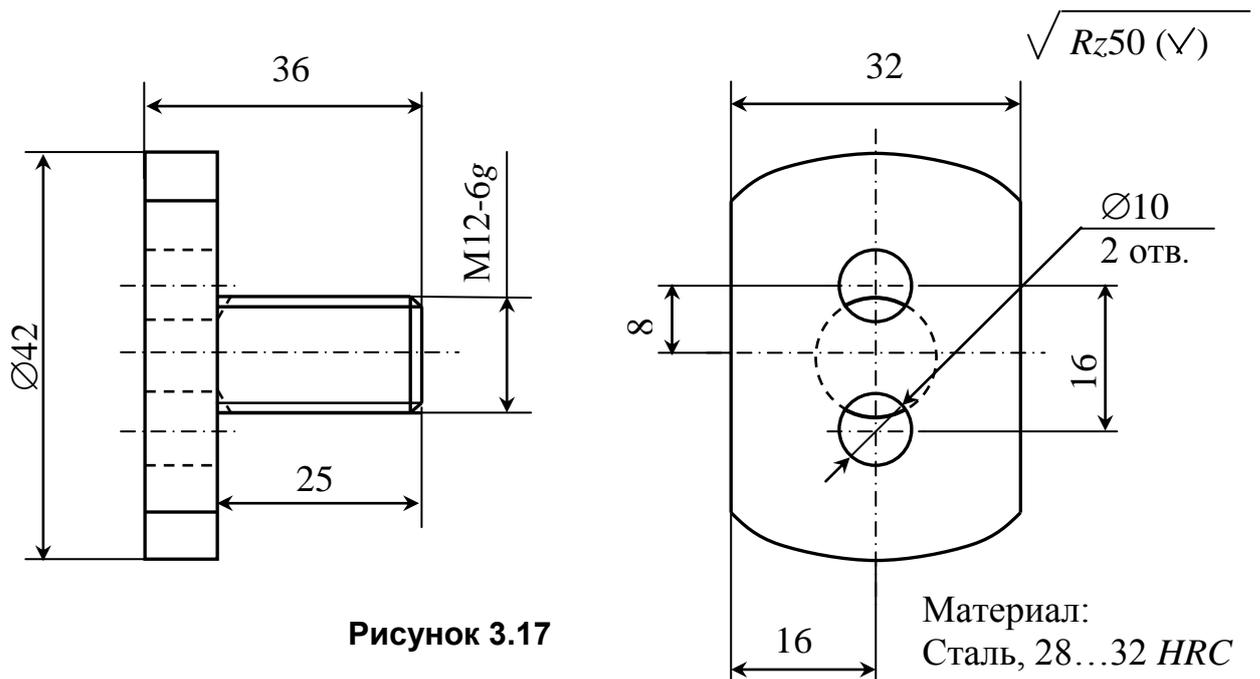

Рисунок 3.17
10. Перечислить признаки нетехнологичности конструкции детали с точки зрения проведения механической обработки (рисунок 3.17).